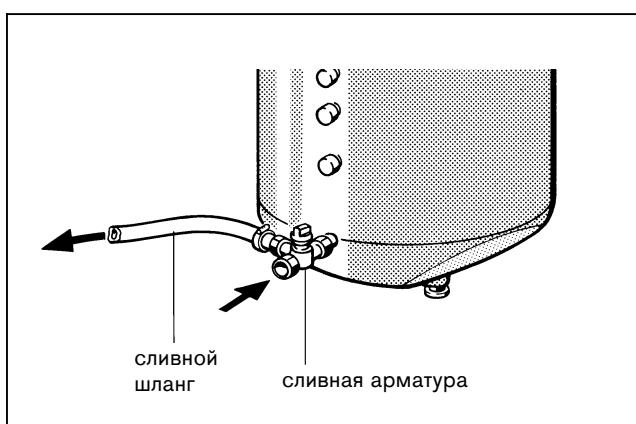

Рис. 7
- Произвести монтаж сливной арматуры на входе холодной воды (ЕК) (рис. 7).